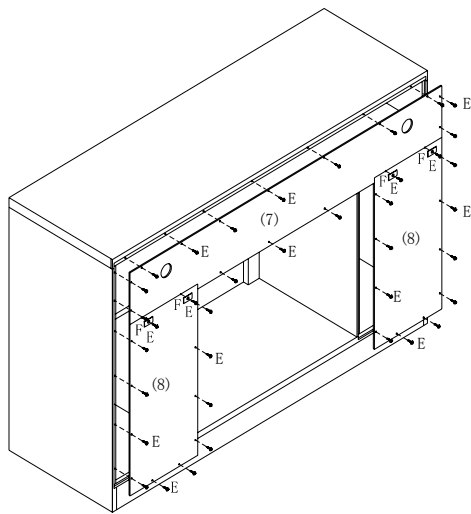

Figure 4
USE 38PCS ROUND HEAD SCREW(E) AND 4PCS SLICE OF IRON(F) TO ASSMELBE MIDDLE BACK PANEL(7) AND SIED BACK PANEL(8) TO THE UNIT,AS AS FIGURE 4 SHOWN.